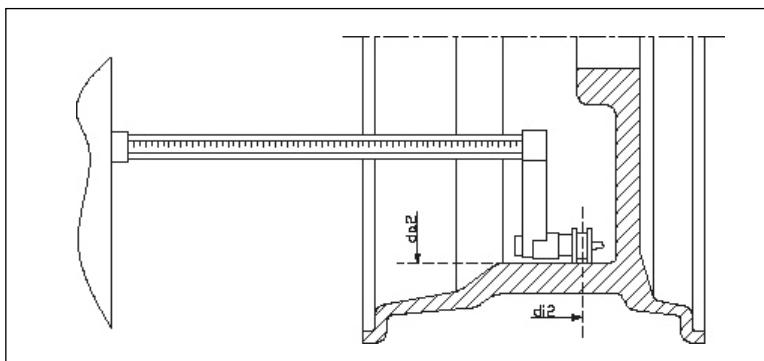

図 F3.9-ASL1 および ASL2 モードにおけるリムの外側距離値の自動的な取得
- 4) 図 F3.9 に示すように、リムの外側に当たるように距離 / 直径測定定規を引き出します。5) 听到一声長的提示音后将距离尺放回原位；
- 6) リムの外側に配置されるバランスウェイト位置に当たるように距離 / 直径測定定規を引き出します。図 F3.9 に示すとおり。